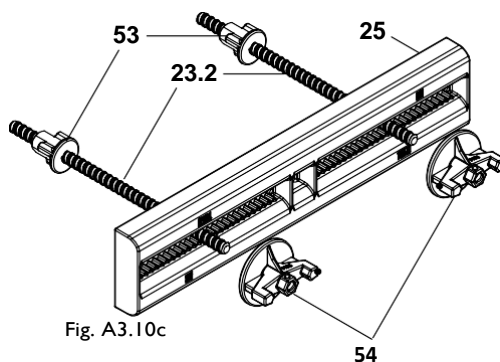

Fig. A3.10c
2. От страната на елемента завийте гайките (53) на ъгловия анкер DUO (23.2).
3. Поставете изравняващия ригел DUO 62 (25) на ъгловия анкер и дръжте здраво.
4. Завийте крилчатата гайка DW 15 (54) на ъгловия анкер DUO (23.2) с ръка. (Fig. A3.10c + Fig. A3.10d)